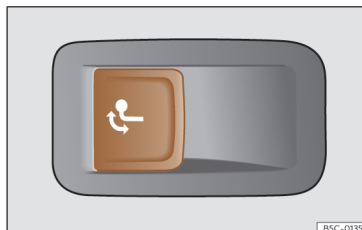

Fig. 195 En el lado izquierdo del maletero: tecla para desbloquear el gancho de remolque.
- Tire de la tecla >>> **fig. 195** brevemente. El gancho de remolque se desbloquea eléctricamente y se gira automáticamente hacia fuera. El testigo de control de la tecla parpadea.
- Tire de la tecla >>> **fig. 195** brevemente. El gancho de remolque se desbloquea eléctricamente.
- No pulse nunca la tecla >>> **fig. 195** cuando haya un remolque enganchado o vaya montado un portaequipajes u otros accesorios sobre el gancho de remolque.